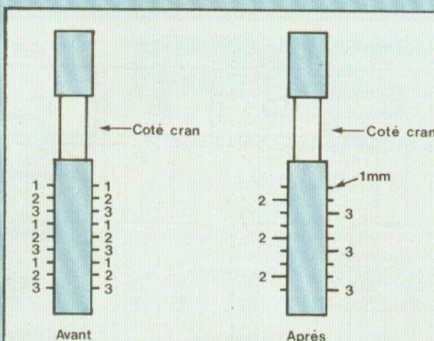

Fig. 20 : Préparation des connecteurs.
Avant le montage des contacteurs sur la carte, il va vous falloir préparer ceux-ci. Aidez-vous pour cela des figures 20 et 21. Les contacteurs 6 circuits possèdent deux rangées de 9 broches de chaque côté, et le contacteur 8 circuits lui possède deux rangées de 12 broches.
Du côté opposé au cran, il vous faut couper toutes les broches numérotées 1 et 3, à chaque rangée, en laissant environ 1 mm sur le contacteur. Du côté du cran, vous allez couper toutes les broches numérotées 1 et 2, également à chaque rangée (figure 20). Sur le contacteur à 8 circuits (F), il vous faudra couper les trois dernières broches afin de ne laisser que 7 circuits. Les trois broches basses des contacteurs G et H seront également coupées afin d'obtenir 5 circuits (figure 21). En vous aidant de la même figure, implantez les connecteurs sur le circuit imprimé. Les broches doivent pouvoir s'insérer dans les trous sans difficulté. Si c'est le cas, ôtez les contacteurs du circuit, soudez les 8 straps, remettez les contacteurs en place et soudez-les.